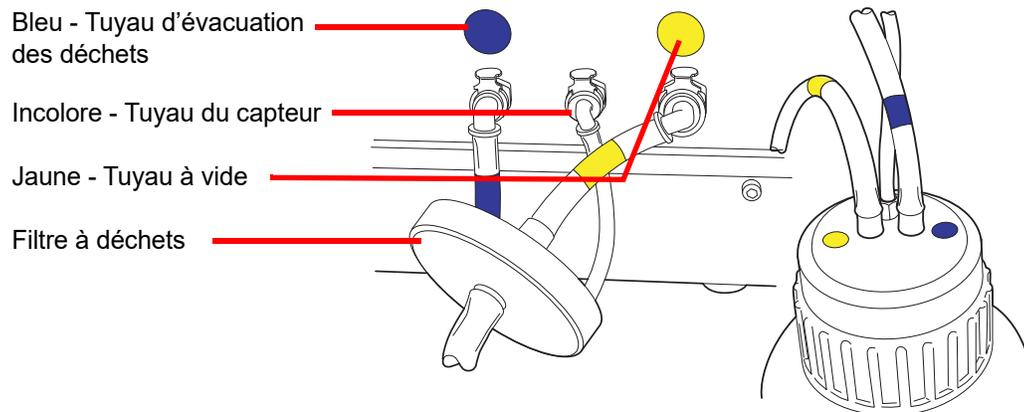

Figure 2-2 Connexions des tuyaux du bidon d'évacuation des déchets
3. Repérer les trois connexions du bidon d'évacuation des déchets à l'arrière du processeur ThinPrep 5000. Se reporter à Figure 2-2. S'assurer que les boutons des connecteurs sont enfoncés.